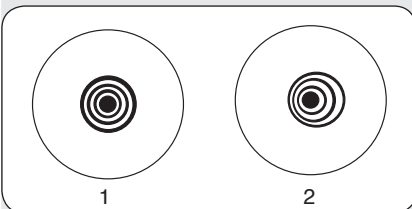

Fig. 32: images d'une collimation correcte (1) et incorrecte (2) visible durant un test d'étoile
5. Faites la mise au point sur l'image de étoile, puis déréglez cette mise au point en tournant lentement la molette dans un sens ou dans l'autre jusqu'à voir plusieurs disques concentriques autour de l'étoile. Si les étapes 1 à 3 ont été correctement réalisées, vous verrez des cercles concentriques, centrés les uns par rapport aux autres (1, Fig. 32).
Un instrument mal collimaté montrera des disques allongés et/ou non concentriques (2, Fig. 32). Réglez les vis de collimation du miroir primaire jusqu'à ce que ces cercles soient parfaitement ronds et concentriques.